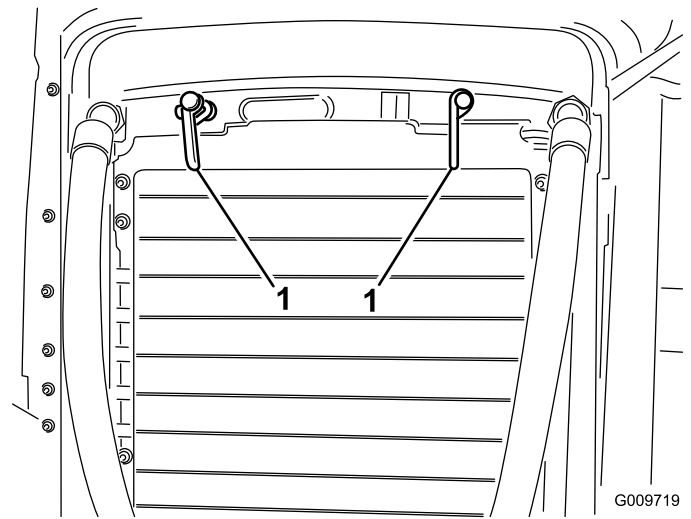

Figura 75
2. Girate i fermi (Figura 75) che fissano il radiatore dell'olio al telaio.